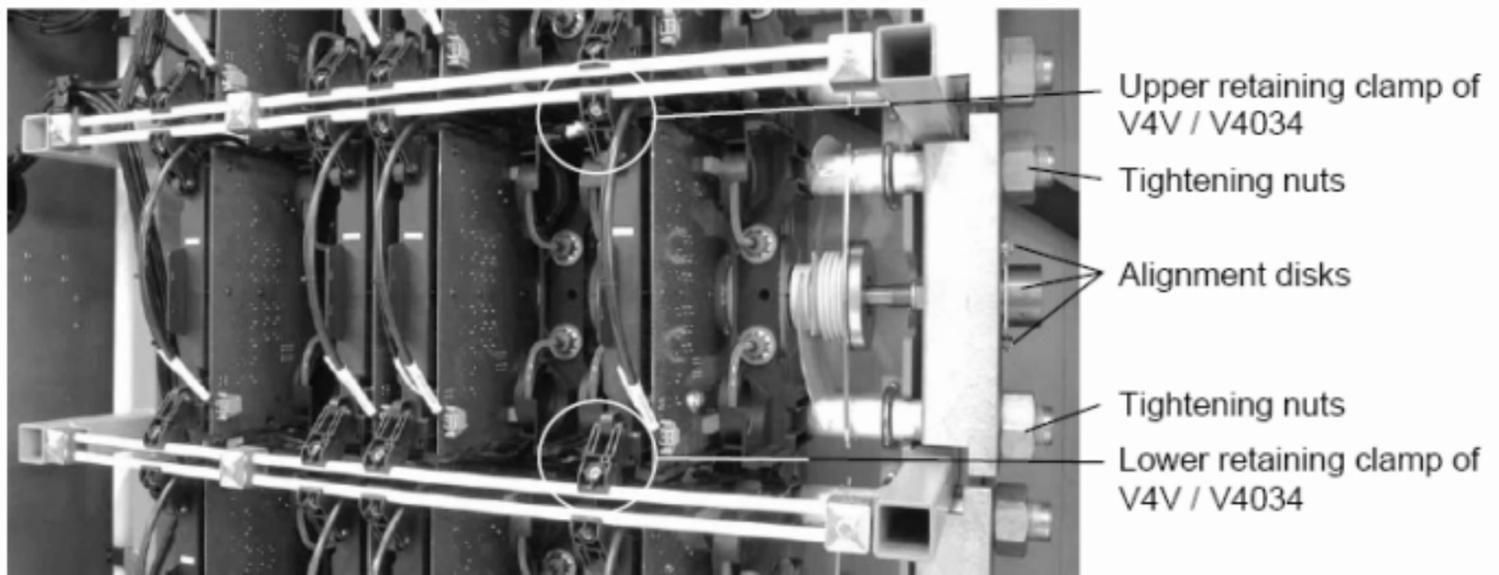

图5.4 水冷型逆变器中相模块加紧装置
固定夹将会被重复使用在新的IGCT上，新的IGC不带固定夹（见图5.4）
- 1 先用手旋紧均匀的旋紧两边螺母，然后用扳手依次对两个螺母按照每次半圈的方式旋紧直到两个水平片相平（如图5.4）
- 3 拧紧所有固定相模块的部分（如图5.4）